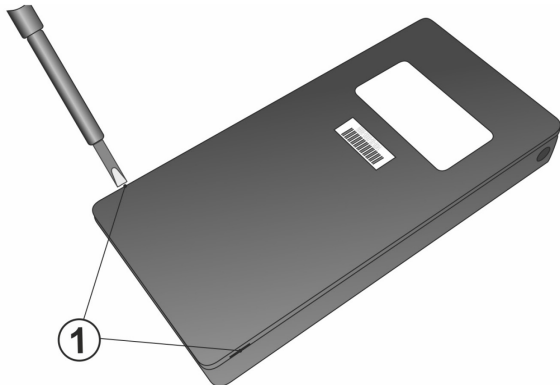

Fig. 4: método de abertura do botão de pânico: 1. Duas ranhuras para abertura do dispositivo com uma chave de fendas.
Para utilizar esta função, é necessário substituir o guia com o indicador predefinido, conforme indicado na Fig. 4, por um guia com indicador equipado com um clipe (6), que se encontra incluído na embalagem. A função de detecção de remoção de nota bancária permite ser utilizada para proteger contratos ou outros documentos importantes num cofre privado ou num cofre de banco.
2. Fixar a plataforma de montagem no local pretendido utilizando os quatro parafusos. (2).
3. Remover a placa traseira do dispositivo separando-a com uma chave de fendas, conforme indicado na Fig. 4.
A central de alarme deteta e comunica automaticamente estados de pilha baixa. É necessário entrar no sistema no modo de serviço antes de poder efetuar a substituição das pilhas (o botão encontra-se equipado com um sensor de tamper). O dispositivo permite ser aberto conforme indicado na Fig.4. Antes de colocar pilhas novas no dispositivo, aguardar pelo menos 20 segundos ou premir repetidamente o botão de ativação (para descarregar qualquer energia restante no dispositivo). Para garantir o funcionamento adequado do dispositivo, é recomendada a utilização de pilhas fornecidas pela rede de distribuição da Jablotron ou de pilhas alcalinas de outra marca de qualidade.